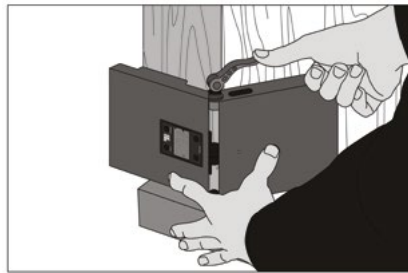

fig 7
- Cuando el Triglig este firmemente asentado en la esquina interna o externa, fíjelo en su lugar bajando la palanca de leva (**fig. 7**). Ahora se puede retirar de la pared.